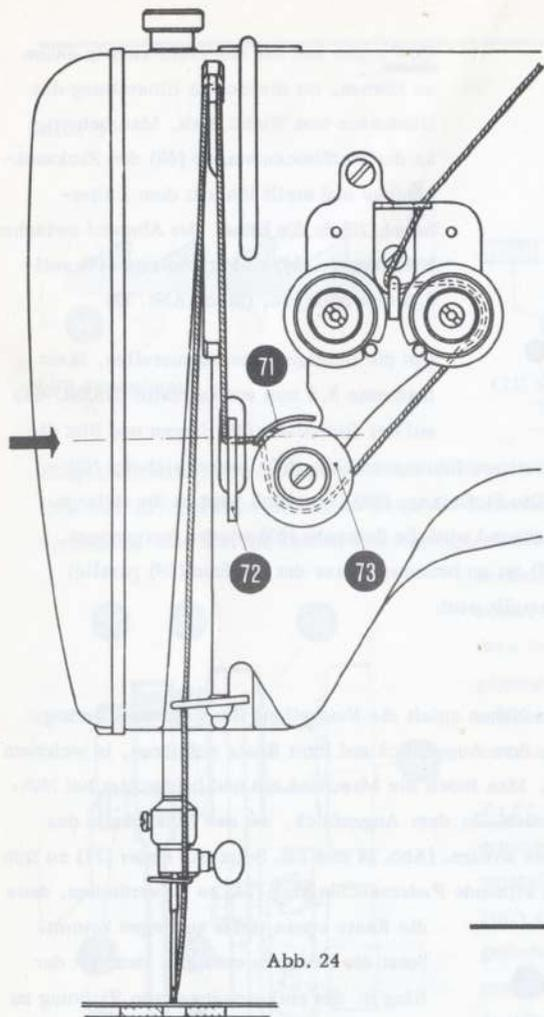

Abb. 24
Zu 8: Eine wesentliche Rolle beim Nähen spielt die Einstellung der Fadenregulierung. Die Fadenregulatorfeder (71) soll in dem Augenblick auf ihrer Raste aufsitzen, in welchem das Nadelöhr in das Nähgut eintritt. Man fädelt die Maschine ein und beobachtet bei Näh-gut mittlerer Stärke den Nadeleinstich. In dem Augenblick, wo das Nadelöhr in das Nähgut eintritt, muss der Faden lose werden. (Abb. 24 und 23). Setzt die Feder (71) zu früh auf, dann ist der in der Büchse (73) sitzende Federanschlagring (74) so zu verdrehen, dass
Schraube (75) nachher wieder anziehen. Ferner ist die Einstellung des Fadenausgleichsbügels (72) für das Nähen wichtig. Der Bügel (72) soll so eingestellt sein, dass der eingefädelt Faden zwischen Einhängestelle der gespannten Regulatorfeder und Unterkante Bügel möglichst gerade ist. (Siehe Pfeil auf Bild 24).